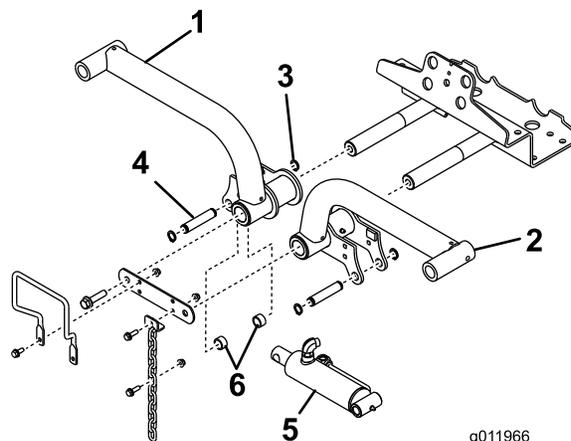

Figura 15
4. Inserite i bracci di sollevamento sui relativi alberi di articolazione (Figura 15) e fissate ogni collegamento ottenuto con l'attacco degli alberi di articolazione dei bracci di sollevamento e con i bulloni rimossi in precedenza.
6. Fissate l'estremità destra del cilindro di sollevamento al braccio di sollevamento destro con un perno e 2 distanziali ((Figura 15)), Bloccate il perno con un anello di fissaggio.